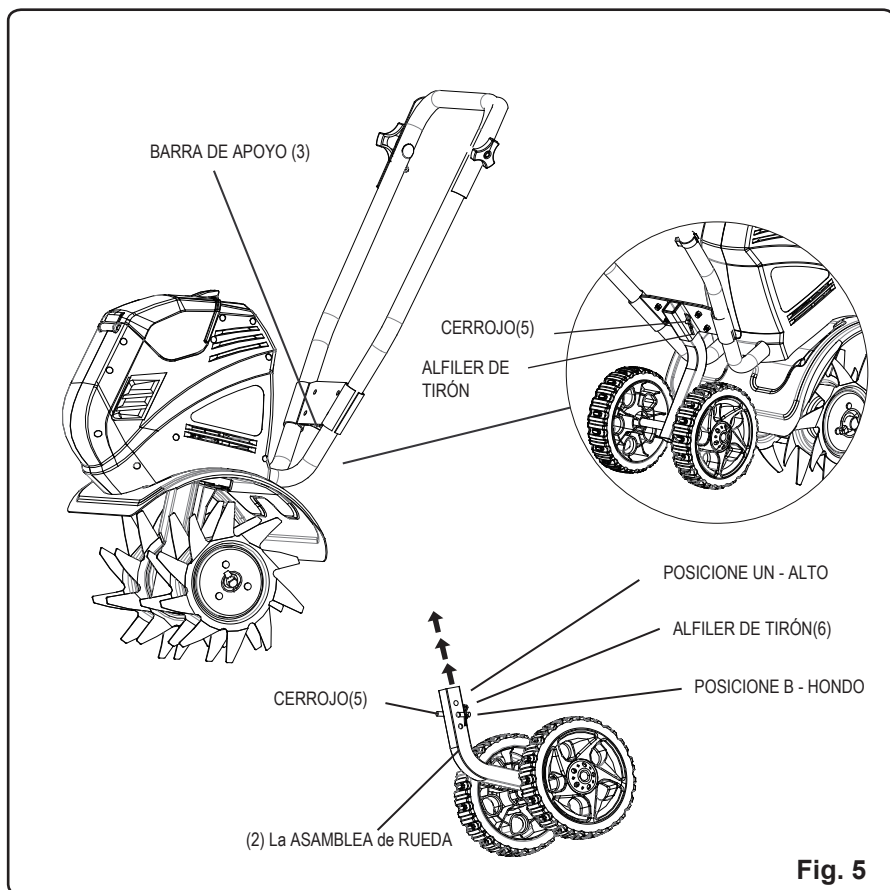

Fig. 5
2. Coloque tiller en una posición fija como mostrado en Fig. 5
3. Inserte la asamblea de rueda (2) en la barra de apoyo (3). (Fig. 5)
4. Alinee el agujero de asamblea de rueda a la posición deseada. El cerrojo de diapositiva (5) por el agujero y ata el alfiler de tirón (6) para escaparse.